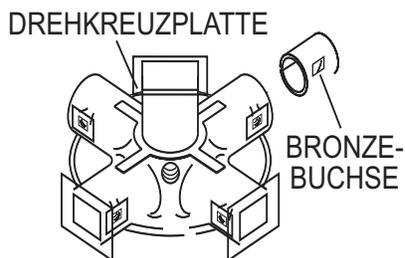

Abbildung 32. Bronzebuchsen
4. Die Bronzebuchse des Glättarms (Abbildung 32) untersuchen und bei Bedarf reinigen. Unrunde oder abgenutzte Buchsen ersetzen.